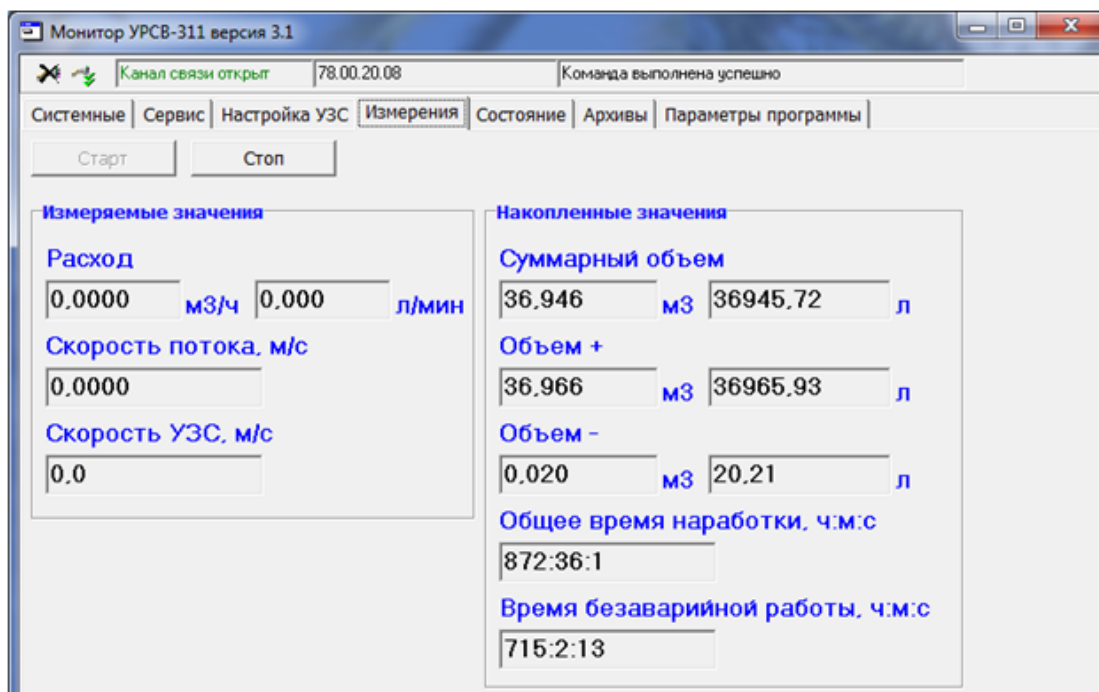

Рис.11. Вид вкладки «Измерения».
4.1.4. На вкладке «Измерения» (рис.11) после нажатия на кнопку «Старт» возможен просмотр текущих значений измеряемых параметров.